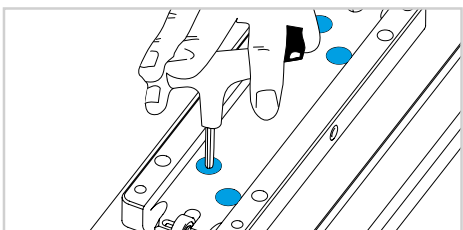

图 7
- 7) 卸下顶部滑架, 以便接触到内部零件。松开螺丝, 抬起已被松开的零件 (图 7)。